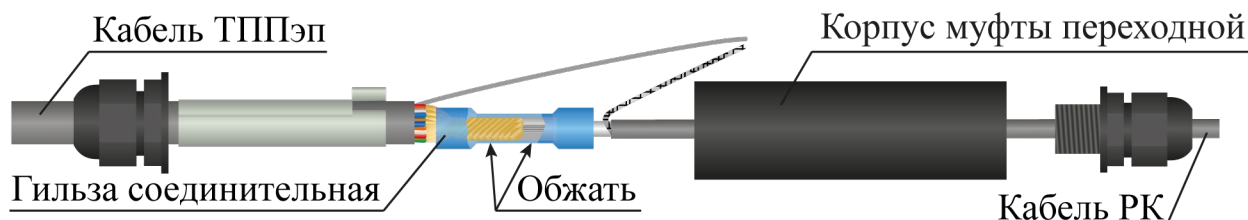

Рисунок 4.27
– в ответное отверстие гильзы вставить зачищенные концы кабеля ТППЭп. Гильзу обжать с помощью специального инструмента со стороны кабеля ТППЭп (рисунок 4.27);